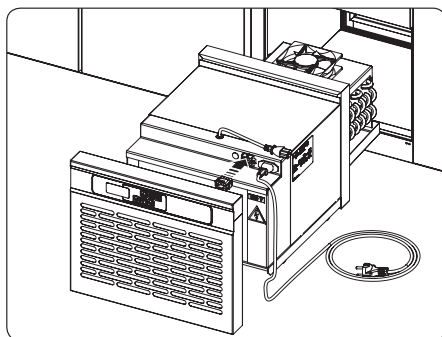

Fig. 4. Connecteur broche et douille
4. Débranchez le connecteur de type broche et douille du contrôleur du compteur placé sur le couvercle de la chambre (fig. 4) ;